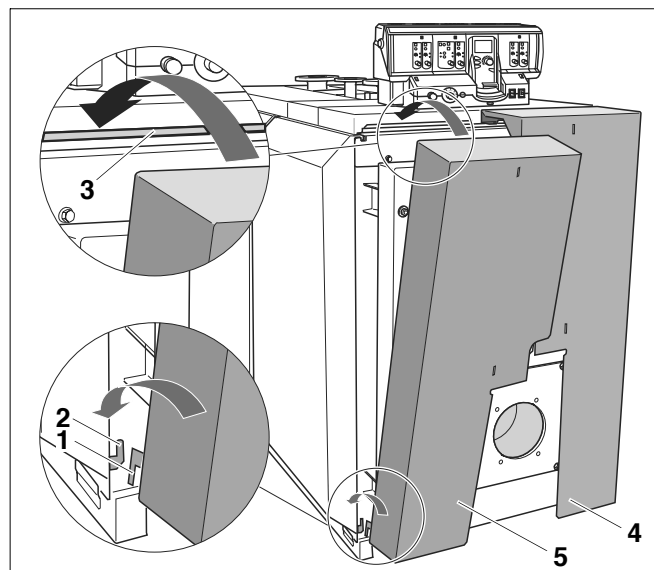

Fig. 40 Montarea izolației din stânga a ușii arzătorului
Izolația ușii arzătorului este formată din două bucăți dreapta (fig. 40, **poz. 4**) și stânga (fig. 40, **poz. 5**). Montarea izolației ușii arzătorului din dreapta și din stânga este identică. Montarea izolației ușii arzătorului este explicată în cele ce urmează luându-se ca exemplu izolația din stânga.
- Se agață cârligul izolației ușii arzătorului din stânga (fig. 40, **poz. 1**) în cârligul peretelui lateral față stânga (fig. 40, **poz. 2**).
- Se prinde izolația ușii arzătorului din stânga (fig. 40, **poz. 5**) în marginea îndoită a capacului din față al cazanului (fig. 40, **poz. 3**).